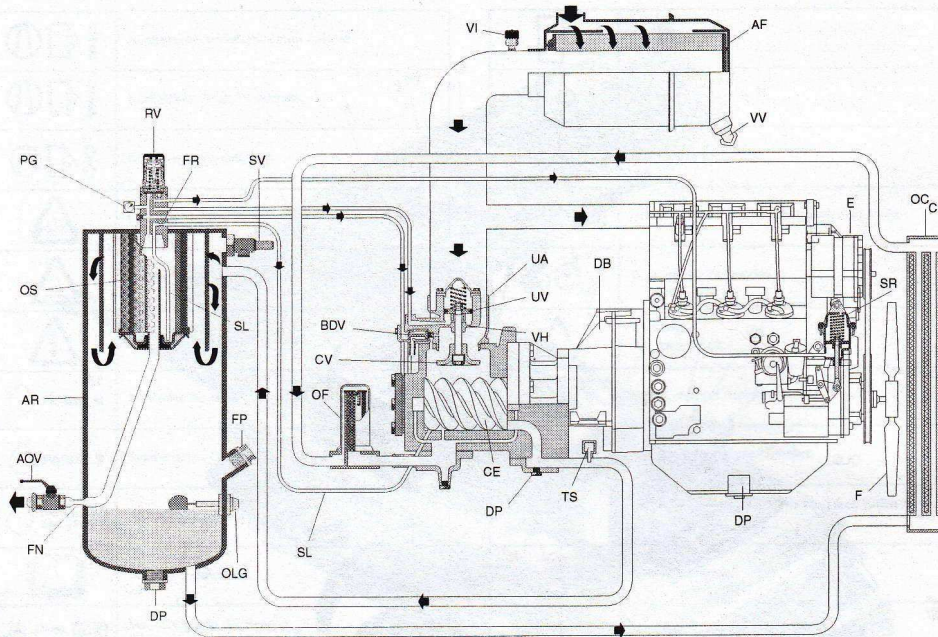

Abb. 2.3
2.5 LUFTSTROM (SIEHE ABB. 2.3)
2.6 ÖLSYSTEM (SIEHE ABB. 2.3)
2.7 KONTINUIERLICHES REGELSYSTEM (SIEHE ABB. 2.3)